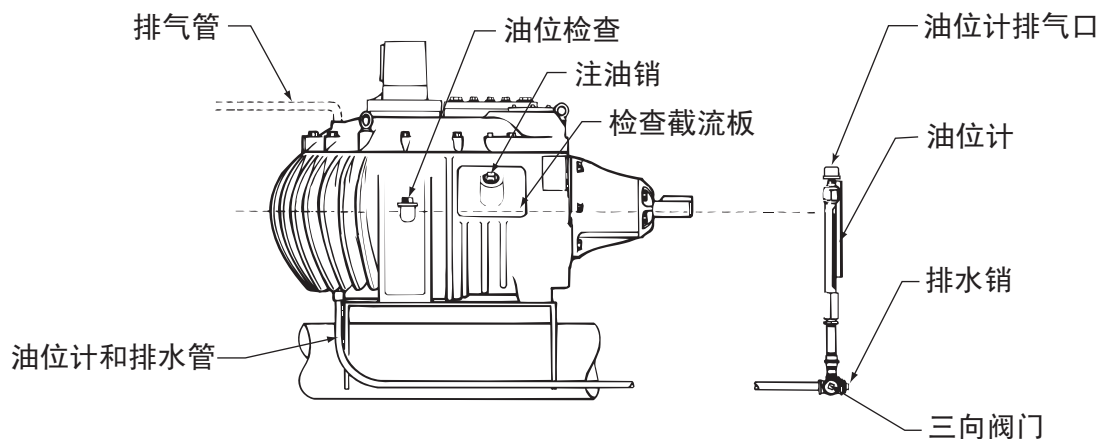
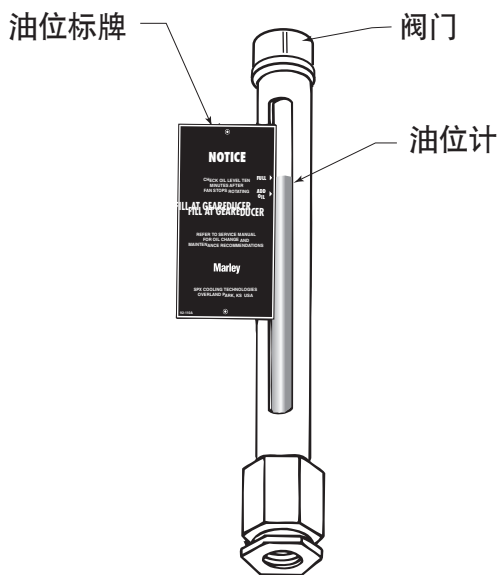

图 1 维修配件
图 2 油位计装配
1. 从减速机检查截留板的开口处注入机油，直到油位达到减速机外壳和油位计上的“满油位”标记处。请参见**图 1**和**图 2**。插上油销。
冷却塔具有外部油位计和排水管，后者在油位计下方装有三向阀门。请参见图 1。
每次更换机油时都应检查油位标牌位置。标牌上的“满油位”标记必须与减速机外壳侧面上的“满油位”箭头平齐。请参见图 1 和图 2。